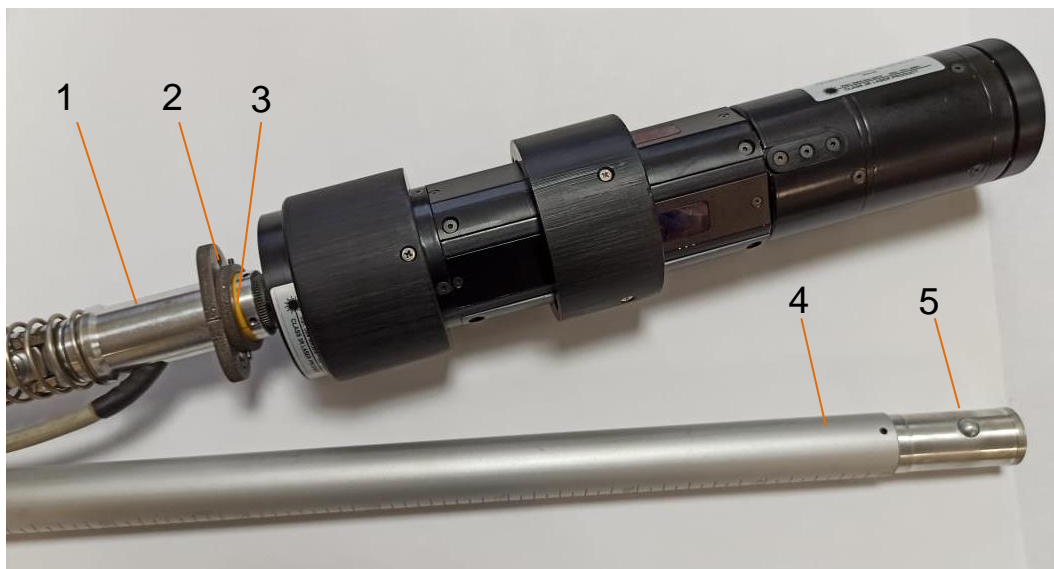

Рис.9 – Присоединение штанги к зонду
- установите винты в крепежное кольцо 2 рис. 9;